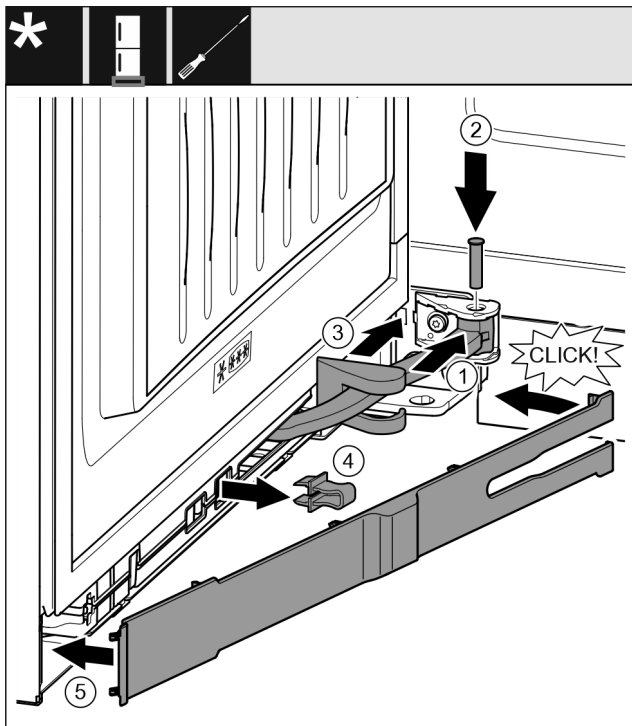

Fig. 69
- ▶ Поверните шарнир Fig. 69 (1) в навеску.
- ▶ С помощью отвертки вставьте палец Fig. 69 (2) в навеску и шарнир. При этом проследите за тем, чтобы выступ фиксатора занимал правильное положение в пазу.
- ▶ Переместите крышку опорного кронштейна Fig. 69 (3) вдоль шарнира и смонтируйте ее над навеской.
- ▶ Снимите предохранитель Fig. 69 (4).
- ▶ Установите накладку Fig. 69 (5) со стороны ручки и поверните ее.